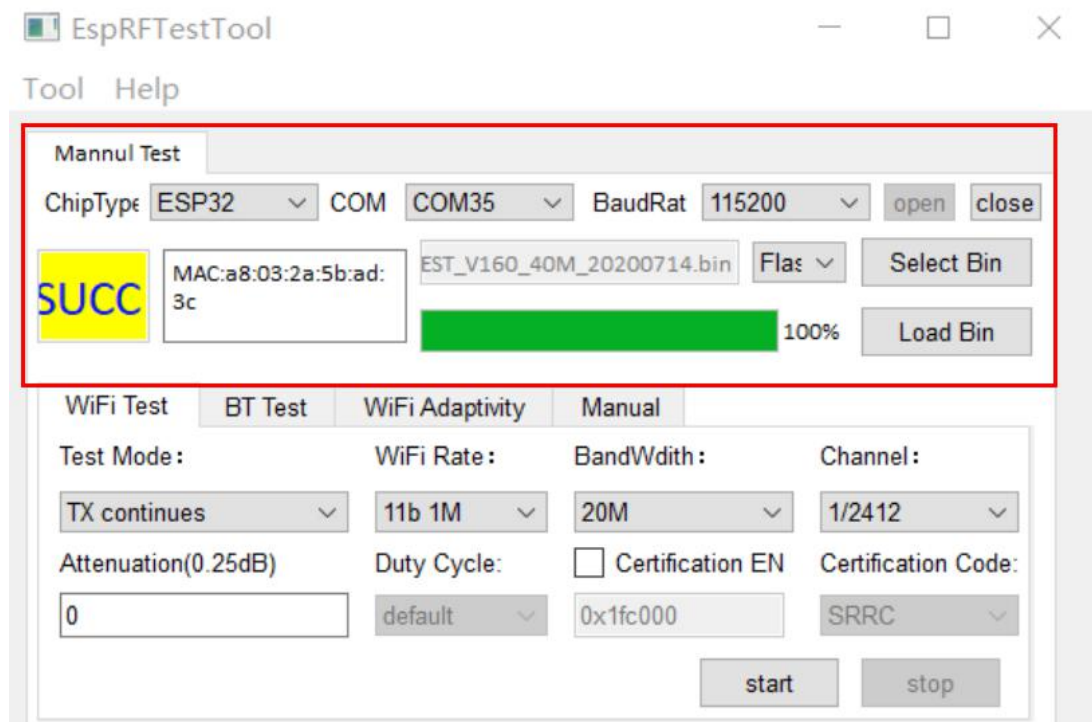

图 2-4 软件下载操作界面
- 解压并打开 EspRFTTestTool,在界面选择对应的芯片类型，com 口和波特率 115200，Flash 和 ESP32_RF_TEST 40M 固件，点击 load bin 按钮，下载完成会显示 succ，操作界面如图 2-4。